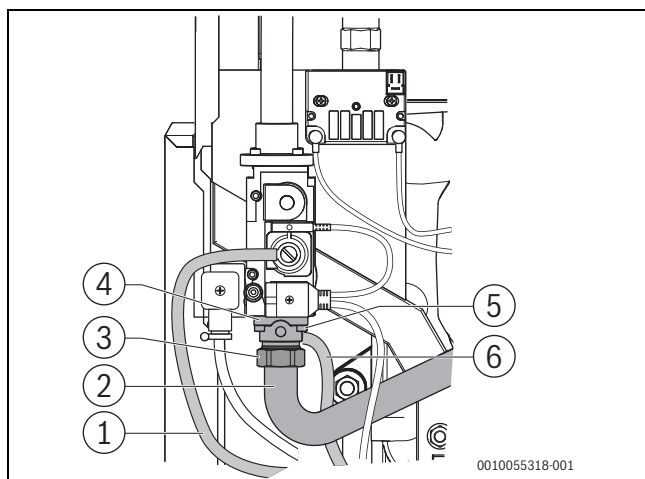

Bild 25 Gasblende ausbauen (Kesselgröße 75; 100 kW)
- ▶ Überwurfmutter am Gasrohr lösen (→ Bild 25 und 26, [3]).
- ▶ Vier Innensechskantschrauben (→ Bild 25 und 26, [5]) am Anschlussflansch [4] entfernen und Flansch von der Armatur abnehmen. Dabei darauf achten, dass das Gasrohr [2] nicht beschädigt und/oder abgeknickt wird.
Legende zu Bild 25 und 26:
- ▶ Messleitungen für Kompensation [1] und Gas-Ausgangsdruck [5] auf korrekten Sitz prüfen (→Bild 25 und 26 sowie Bild 78, Seite 67).